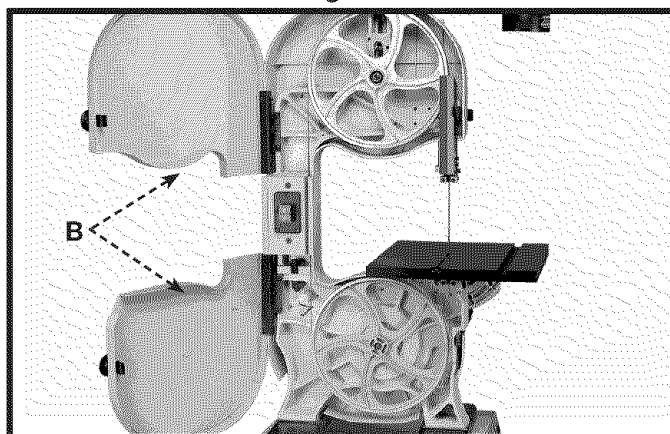

Fig. 23A
2. La fig. 23A illustre les portes (B) en position ouverte.